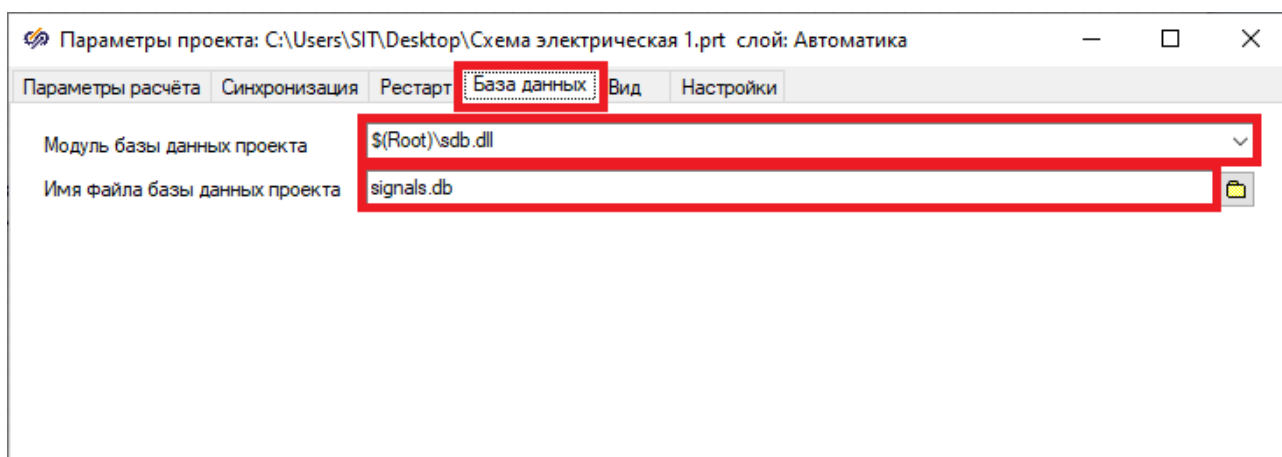

Рисунок 5.3.1. Схемное окно для создания схемы из блоков общетехнической библиотеки.
- 8) В появившемся окне параметров проекта перейдите на вкладку «**База данных**» (Рисунок 5.3.1), на которой: